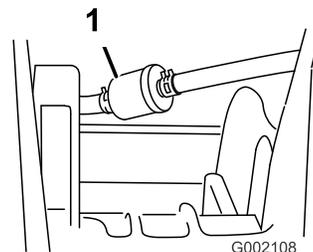

図 39
5. フィルタを燃料ラインに固定しているクランプを外す 図 39。